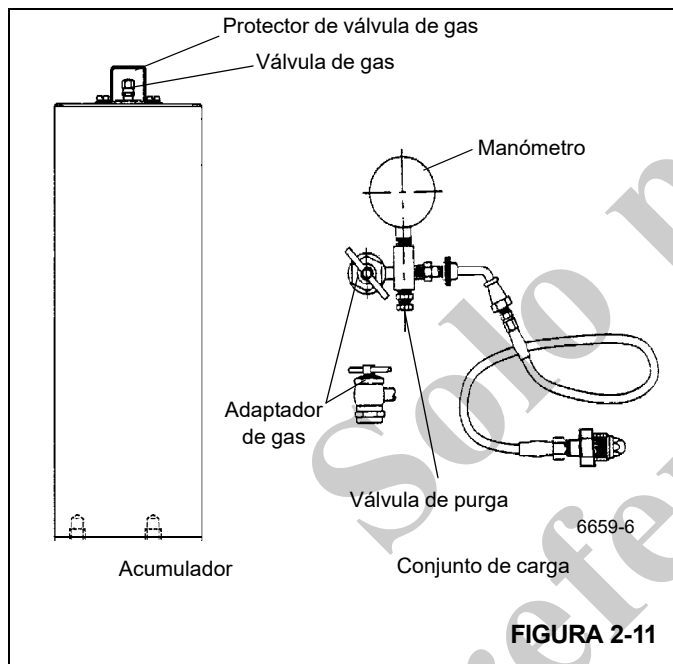

FIGURA 2-11
1. Con el motor apagado, descargue todo el aceite a presión almacenado en los acumuladores pisando el pedal de frenos de servicio en la cabina varias veces. Retire el protector y la tapa de la válvula de gas del acumulador (Figura 2-11).
2. Antes de conectar el conjunto de carga de gas (Figura 2-11) a la válvula de gas del acumulador, desenrosque la manija en "T" del adaptador de gas completamente (gírela en sentido contrahorario).
6. Si la presión mide 1400 +50/-0 psi (9.7 +0.4/-0 MPa), retire el conjunto de la válvula de carga girando la manija en T completamente hacia fuera en el adaptador de gas y después abriendo la válvula de purga (Figura 2-11).
1. Con el motor apagado, descargue todo el aceite guardado en los acumuladores pisando el pedal de frenos de servicio varias veces. Retire el protector y la tapa de la válvula de gas del acumulador (Figura 2-11).
3. Antes de conectar el conjunto de carga (Figura 2-11) a la válvula de gas del acumulador, desenrosque la manija en T del adaptador de gas completamente (gírela en sentido contrahorario).
7. Si la presión de precarga es mayor que 1400 +50/-0 psi (9.7 +0.4/-0 MPa), entonces cierre la válvula del cilindro de nitrógeno y abra la válvula de purga lentamente en el conjunto de carga (Figura 2-11) hasta que la presión de precarga tenga el valor correcto.